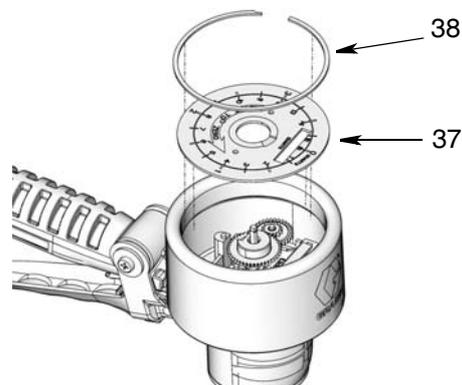

ABB. 22
- Die Einstellradscheibe (37) und die große Halteklammer (38) anbringen (ABB. 22).